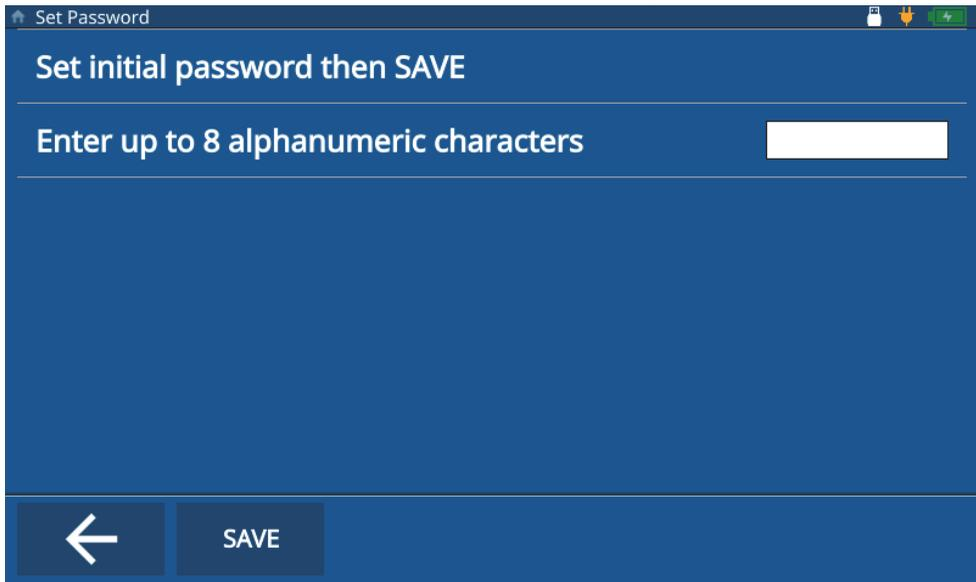

Figure 8-2 Écran Set Password (Définir le mot de passe)
5. (Étape facultative) Touchez **SET PWD** (DÉFINIR MDP), entrez un mot de passe et touchez **SAVE** (ENREGISTRER) [Figure 8-2 à la page 81].